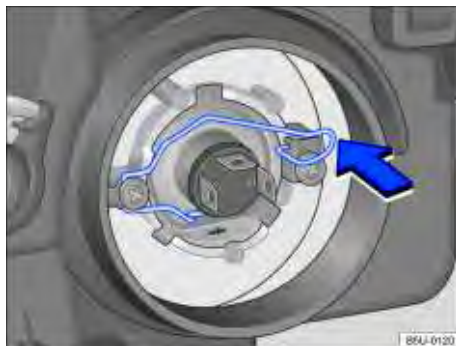

Fig. 171 Mola de travamento da lâmpada incandescente do farol baixo / alto.
5. Comprimir a mola de travamento no sentido da seta ⇒ Fig. 171 e deslocá-la, para destravar a lâmpada.